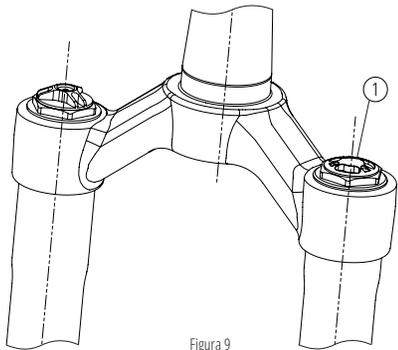

Figura 9
- Retire a tampa da válvula da camara de ar (1) (Figura 9);